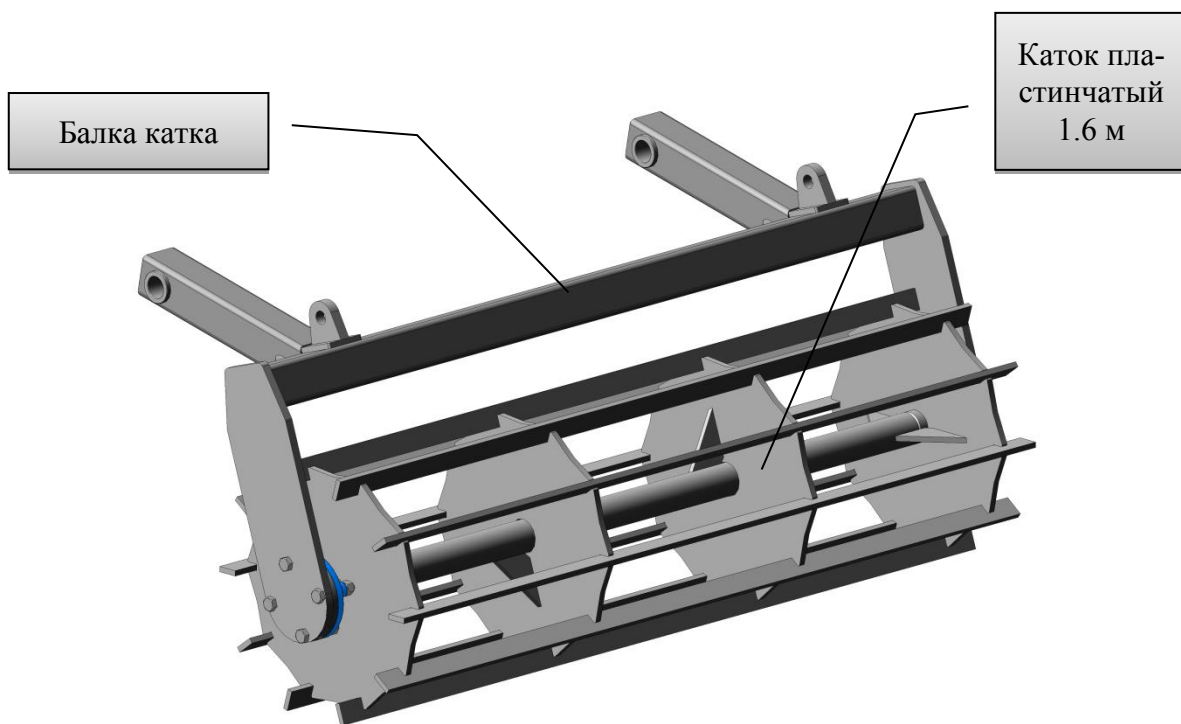

Рис. 11 Каток крыла.
**Каток крыла** (рис.11) состоит из пластинчатого катка длиной 1.6 м, закрепленного через подшипники на балке. С помощью пружинных блоков и проушин катки крепится к боковым рамам (крыльям).